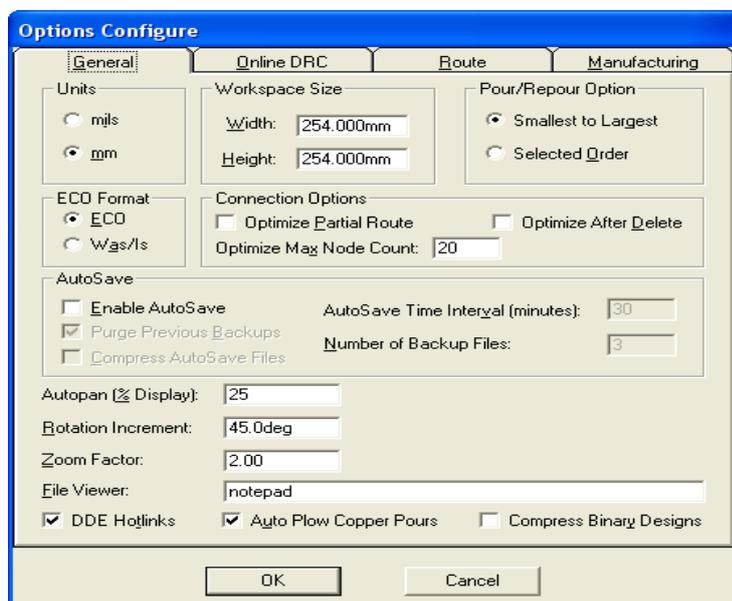

Рис.9.2. Окно настройки конфигурации P-CAD PCB.
- . Диалоговое окно закладки **General** представлено на рис.9.2.